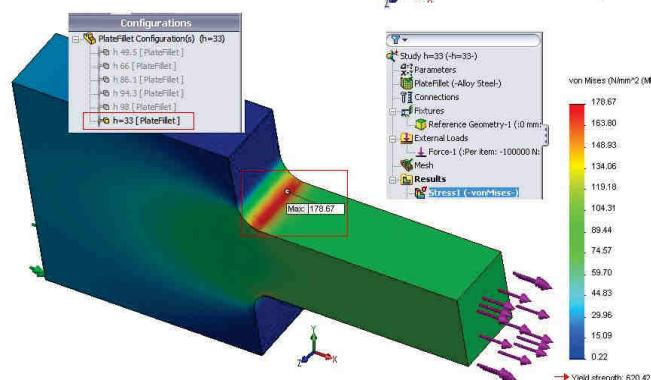

Fig. 12.10
- La finalizarea calculului, se va crea ramura **Results**, căreia îi este subordonată subramura **Stress1 (vonMises)**, fig. 12.10.
- The **Results** and **Stress1 (vonMises)** branches will be created, fig. 12.10.